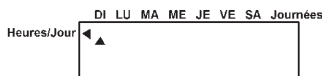

fig. 11
- 3) Appuyez sur **■** pour confirmer. Maintenant, sur la partie haute de l'écran apparaîtra un petit triangle qui indique le jour (fig. 11).